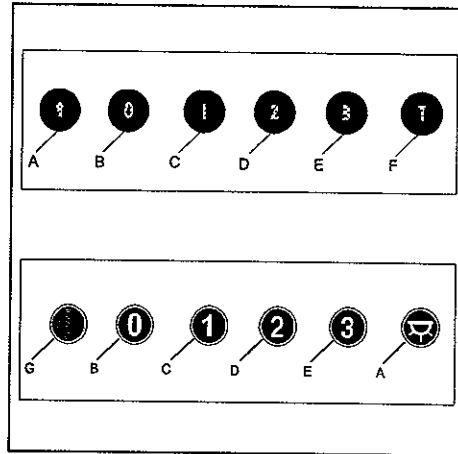

Fig. 5
• KONTROLLER : 1A) MED IYS 1B) MEKANISKE (fig. 5) zijn de symbolen hieronder weergegeven: